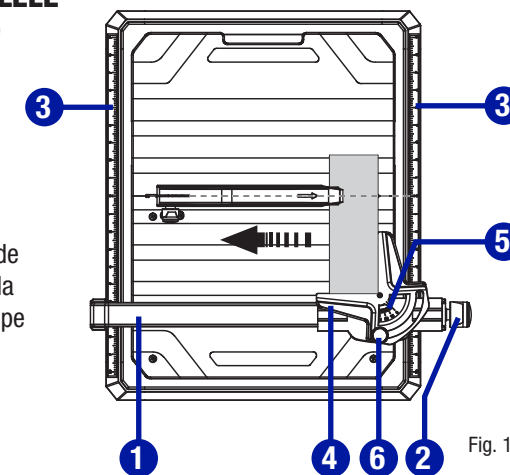

Fig. 10
**L'UTILISATION DU GUIDE DE COUPE PARALLÈLE ET DU GUIDE DE COUPE D'ONGLET (Fig. 10)**